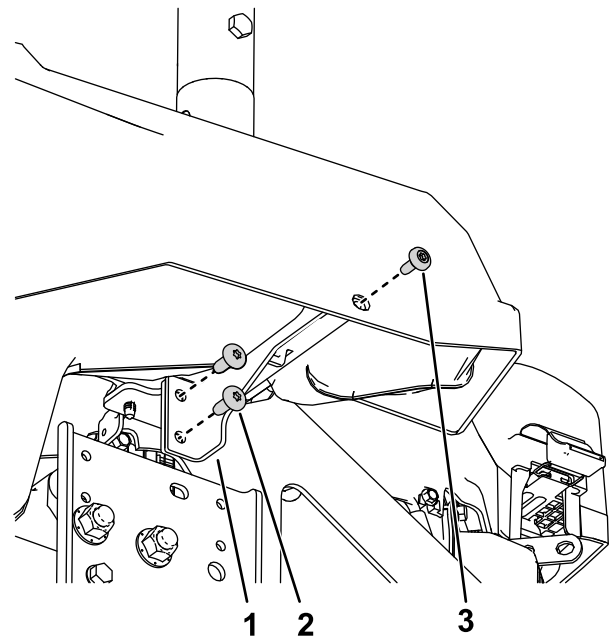

Figura 6
2. Instale o suporte esquerdo do módulo na estrutura da máquina utilizando os dois parafusos autorroscantes (5/16 x $\frac{3}{4}$ pol.) e as peças removidas em 1 Preparação da máquina \(página 3\) como se mostra na Figura 6.